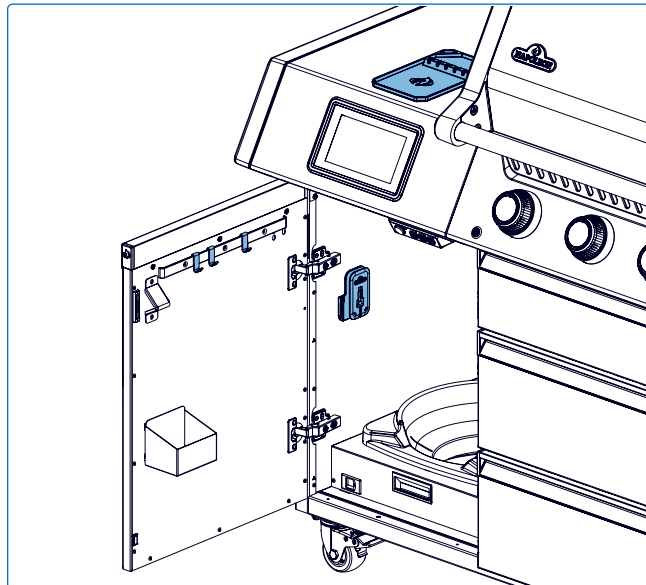

Fig. 9
- Brug opbevaringspladsen til proberne på sideskabet, når du forbereder madlavningen. Afbryd proberne og tag dem med indendørs, når de ikke er i brug, for at beskytte dem mod vejret (**Fig. 9**).